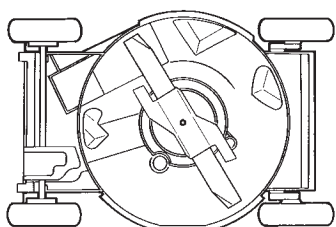

Figure 18
4. Basculez la tondeuse sur le côté **gauche** (filtre à air vers le haut) (Fig. 18).